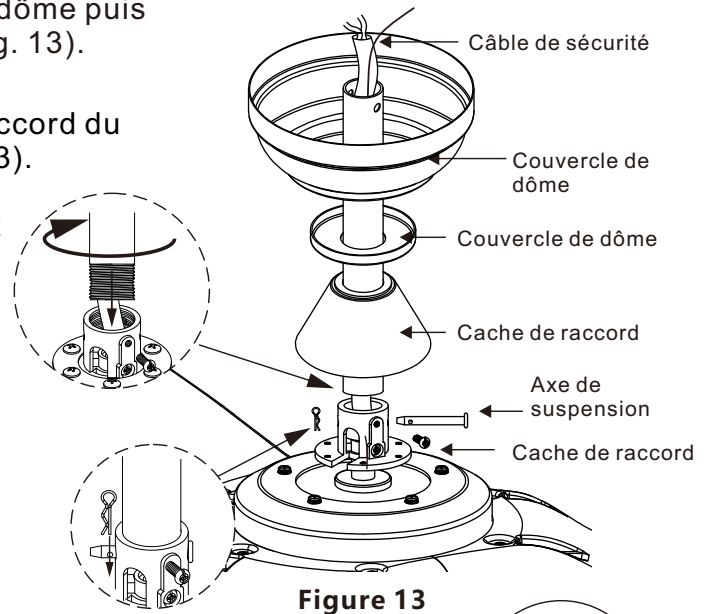

Figure 13
**Étape 5 :** Faire passer les câbles électriques et le raccord du câble de sécurité (sortant du haut du moteur) à travers le cache de raccordement, le cache de dôme, le dôme puis la boule/tige de suspension. Consulter la (Voir fig. 13).
**Étape 6 :** Visser la tige de suspension dans le raccord du moteur jusqu'à l'alignement des trous (voir fig. 13). Insérer délicatement la goupille de suspension à travers les trous du collet et de la tige en prenant soin de ne pas coincer les câbles internes. Enfin, enfoncer la goupille de verrouillage dans le trou terminal jusqu'au claquement audible (voir fig. 13).